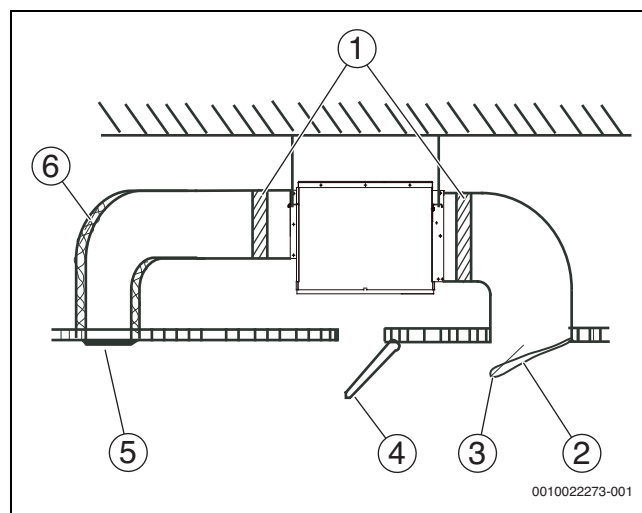
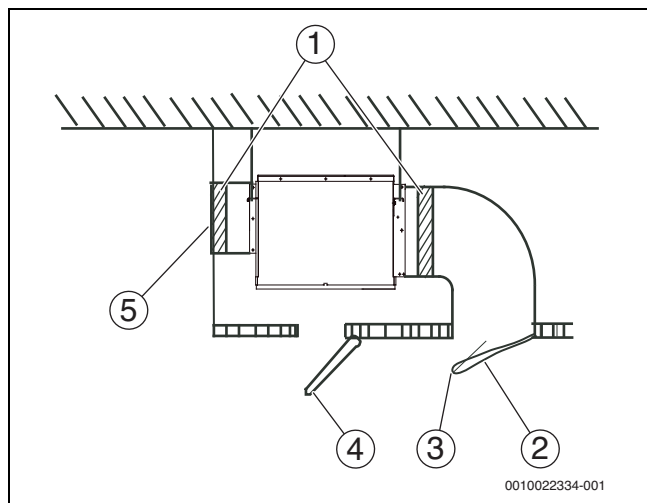

Fig. 27 Unitate de conductă cu cerințe de presiune statică
Fig. 28 Unitate de conductă fără cerințe de presiune statică.
6. Racordați conducta de aer conform Fig. 27 sau 28. Este necesară pregătirea la față locului a tuturor componentelor cu excepția aparatului de aer condiționat.
Legendă Fig. 27 și Fig. 28: